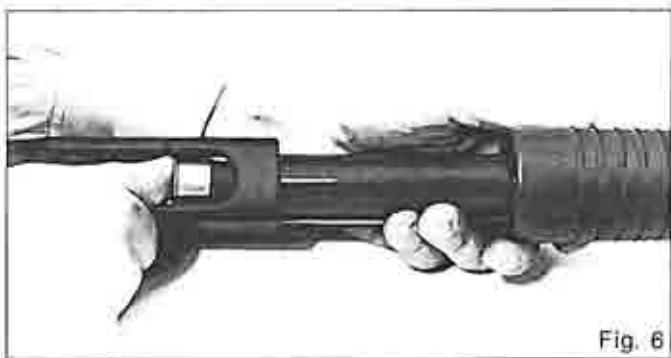

Fig. 6
- b4. Premendo con la cartuccia l'elevatore A4 introdurre attraverso la finestra di alimentazione A6 la cartuccia stessa nel serbatoio fino ad aggancio sul dente ritegno cartuccia (Fig. 6).
*With a shotshell press the carrier A4 and insert the shell, through the feeding port A6, into the magazine tube until it is blocked by the cartridge's stop tooth (Fig. 6).*
*En pressant l'élèveur A4 par la cartouche-même, introduire la cartouche dans le tube-magasin par la fenêtre d'alimentation A6 jusqu'à ce que la butée de cartouche est accrochée (Fig. 6).*